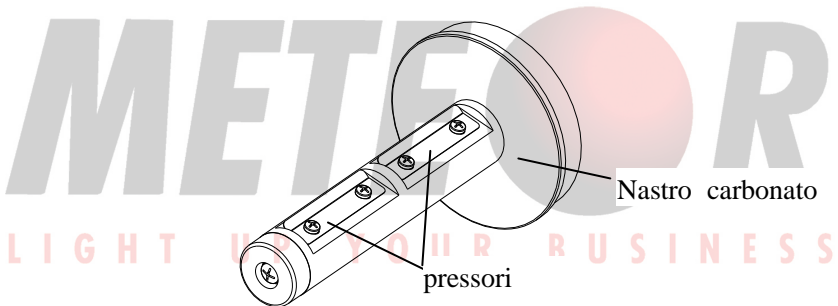

Figura 6
4. Inserire il nastro nel portanastro (figura 6), assicurandosi che il rotolo del nastro carbonato sia inserito correttamente nel supporto;